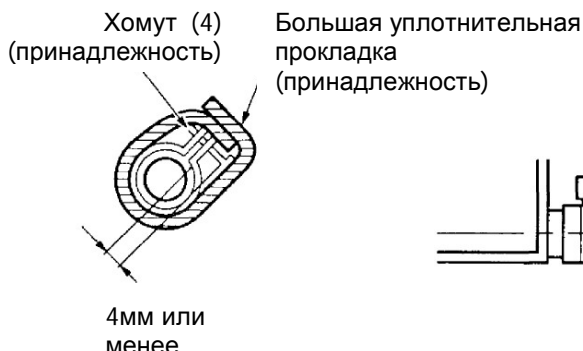

Рис. 3
- Оберните большую уплотнительную прокладку (11) вокруг хомута дренажного шланга для изоляции (см. рис. 3).